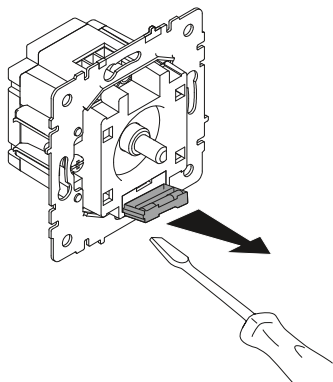

Рисунок 4 – Замена предохранителя
**Монтаж диммера выполнять в следующей последовательности:** снять рукоятку (1) и лицевую панель (2); для монтажа в монтажную коробку (5) обеспечить минимальное расхождение распорных лапок диммера (4) путём выкручивания двух винтов, крепящих распорные лапки. Старайтесь не выводить винты из зацепления с гайкой; присоединить подготовленные к монтажу электрические провода к винтовым зажимам диммера (4); проверить правильность соединения проводов согласно схеме, приведенной на рисунке 1 или 2; установить механизм в монтажную коробку (приобретается отдельно); зафиксировать механизм диммера (4) в монтажной коробке; установить декоративную рамку (приобретается отдельно); установить лицевую панель (2) и рукоятку (1); подать напряжение питания. Пример монтажа диммера приведен на рисунке 3. При нарушении работоспособности диммера, отключите питание, извлеките предохранитель (рисунок 4) и проверьте его исправность. При необходимости замените предохранитель, предварительно устранив причину срабатывания защиты (короткое замыкание в цепи нагрузки или перегрузка).